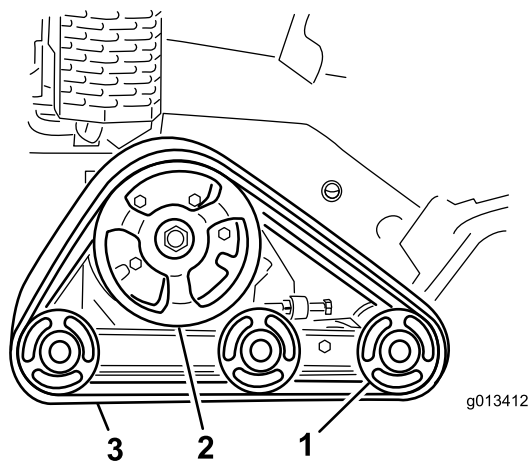

Figura 41
**Importante:** Assicuratevi di pulire a fondo le ruote non motrici e la ruota motrice (Figura 41). Quando sono pulite, le ruote non motrici devono girare liberamente.